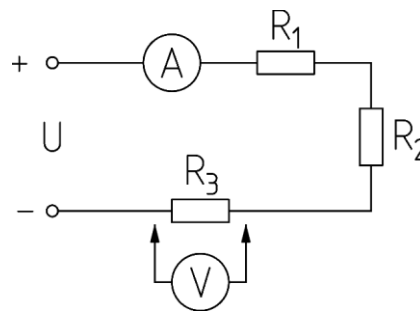

Рисунок 3. Электрическая схема измерения параметров последовательной цепи
1.1. Собрать электрическую схему последовательной цепи (рисунок 3).